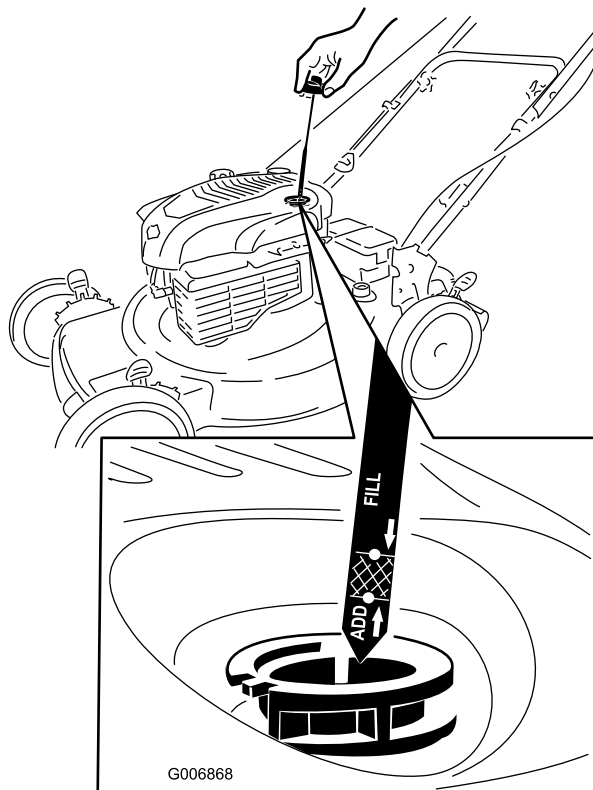

Bild 6
1. Ziehen Sie den Peilstab heraus (Bild 6).
2. Füllen Sie das Öl **langsam** in den Einfüllstutzen ein, um den Ölstand auf die Marke **Voll** am Peilstab anzuheben. Bild 6 **Füllen Sie nicht zu viel ein.** (Max. Füllstand: 0,59 l des Typs: Waschaktives SAE 30-Öl mit der Klassifizierung SF, SG, SH,